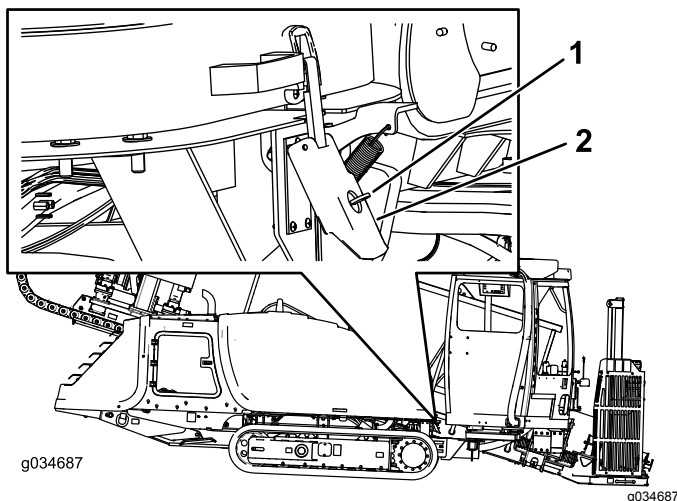

Figura 69
2. Levante o fecho como mostrado na Figura 69.
Nota: A chave deve estar na posição ABERTA (horizontal) como mostrado na Figura 69.